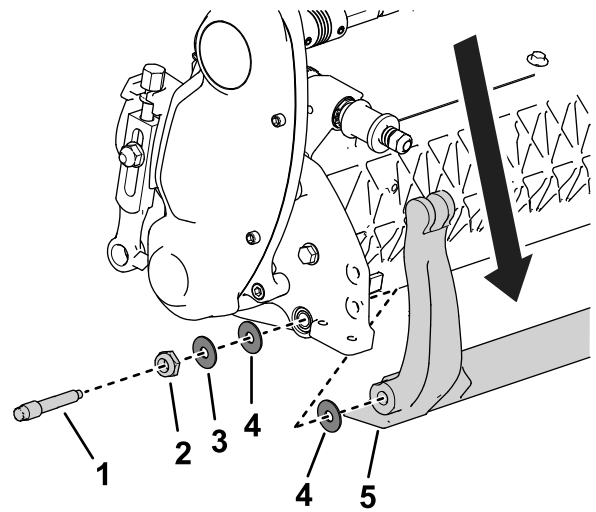

図 20
3. 機体の左右それぞれの側で、図 20 に示すロックナットをゆるめる。
4. 各ベッドバーボルトを抜いてベッドバーを下に引き抜いてカットングユニットから外す 図 20。
ベッドバー 図 20 の両端にあるスチール製ワッシャー2枚とナイロン製ワッシャー1枚を忘れずに取り付ける。
3. サイドプレートのボスの両側にナイロンワッシャーを入れる。その外側からスチール製ワッシャーを取り付ける図 20。